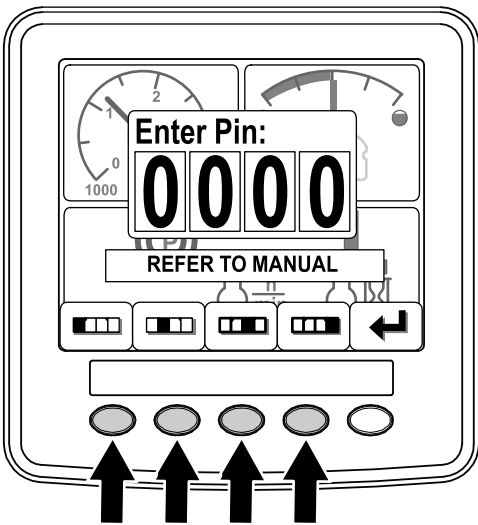

Рисунок 9
- Введите ПИН-код с помощью кнопок с 1 по 4 (Рисунок 9).